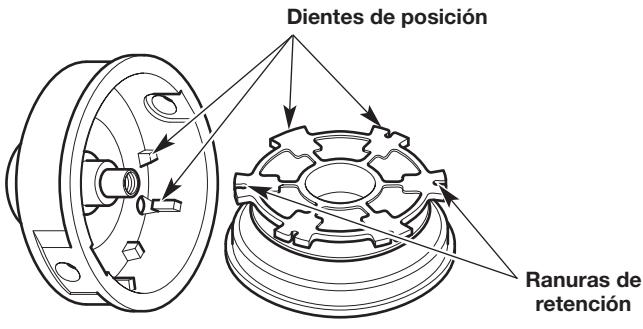

Fig. 18
- Controle los dientes de posición y las ranuras de retención para detectar si están desgastados (Fig. 18). Si es necesario, elimine las rebabas o reemplace el carrete interior y la bobina exterior.